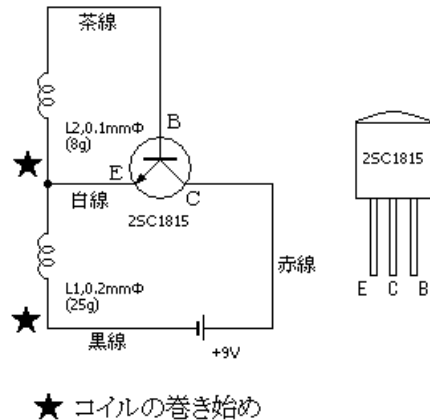

図1. 回路図とトランジスタ
(1) 写真8にソレノイド部の完成品と図1にソレノイド部の回路図とトランジスタを示す。
(6) ソレノイド部のコイル巻きつけ部に、用意した 0.1mm φ エナメル線を巻きつける。その際、図 1 を参考にして巻き始めに気をつける。
(7) 次に 0.2mm φ のエナメル線を巻きつける。巻きつけ終わったらエナメル線を回路に半田付けし、導通の確認を行う。(写真 1 1)
(8) 図 1 と写真 1 1 を参考にして、電源コード・エナメル線の配線を行う。
(9) A4 版紙から直径 4cm の円を切り取り、写真 1 2 のような花びら型にする。